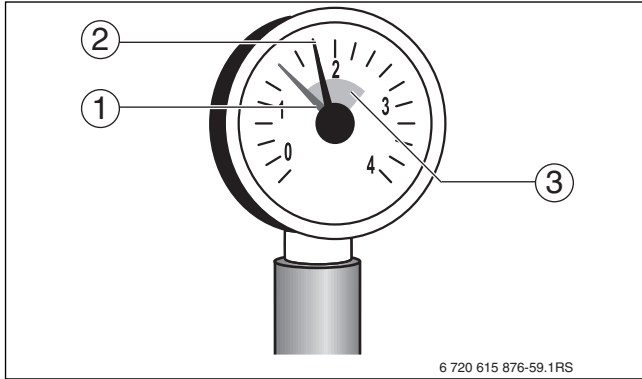

Рис. 7 Манометр для закрытых систем отопления
- ▶ Осторожно откройте водопроводный кран и медленно заполните отопительную систему. При этом наблюдайте за показаниями манометра (→ рис. 7, стр. 10).